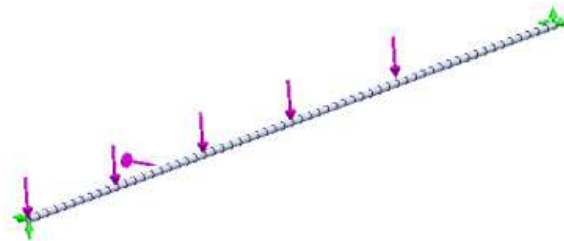

Рисунок 4.8 – Кінцево-елементна сітка балки
- У дереві дослідження *Simulation* натисніть правою кнопкою миші значок «Сетка» і виберіть «Создать сетку». Зверніть увагу, що кожна з балок розділена на декілька елементів (рис. 4.8).